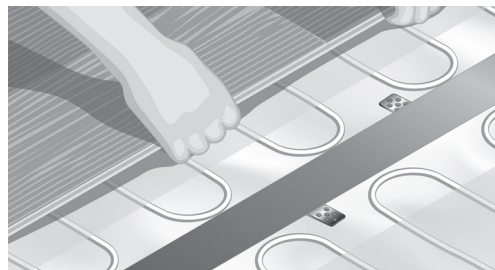

Fig. 10. Lægge gulvbelægning
11. Lægge gulv (Fig. 10).
opnås ved at lægge i den retning som illustreret på Fig. 10. Gulvbelægningen skal installeres flydende ovenpå varmemåtten. Gulvbelægningens bagside må ikke have nogen låsemekanismer i metal, da dette vil ødelægge varmemåtten.